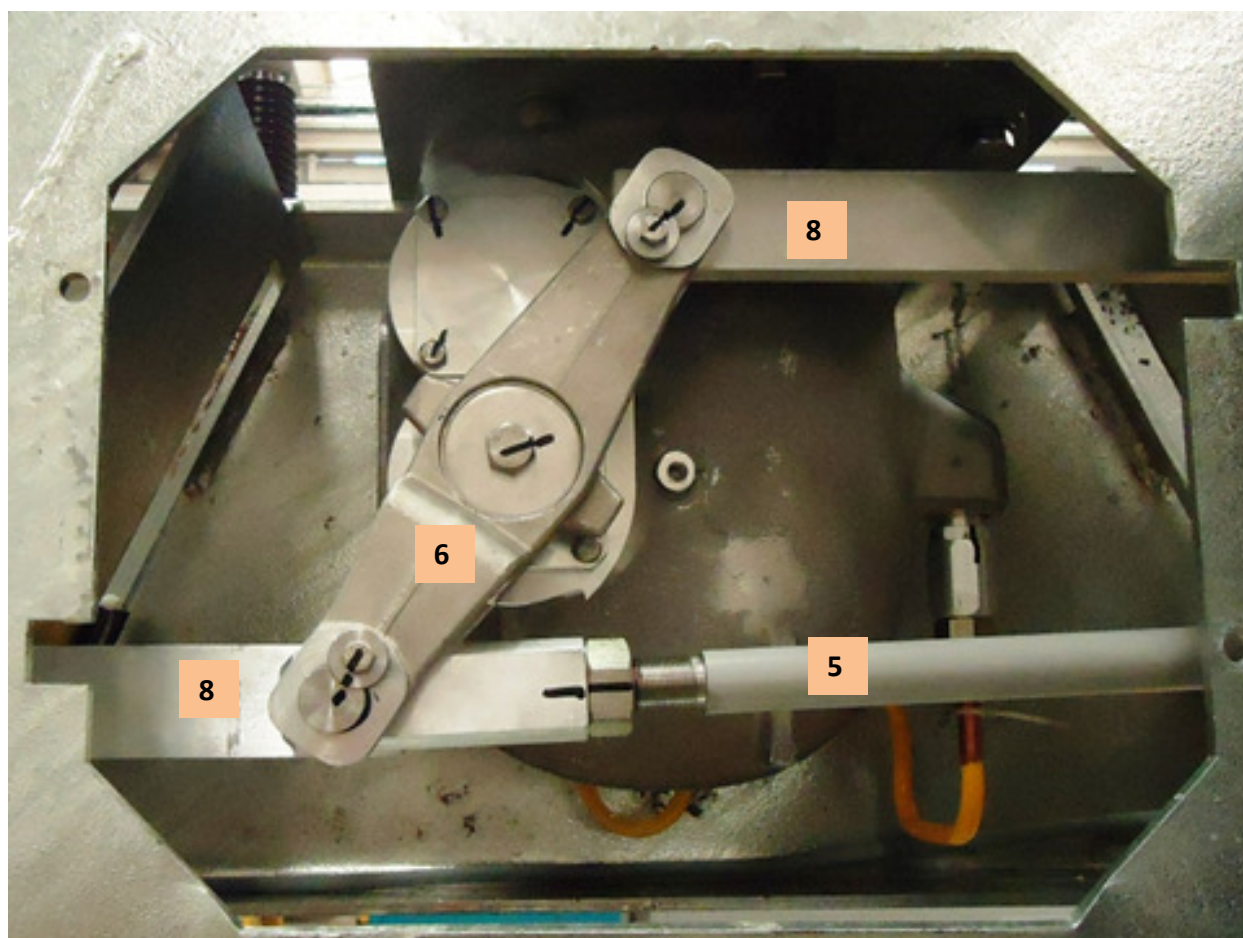

FIG. 5
As figuras anteriores mostram como os disjuntores GL312P/GL309P/GL309 2520 são embalados para transporte rodoviário. Na fig. 1 observa-se que os polos já vão montados com as alavancas acopladas aos eixos em cada polo. A tubulação de gás já está posicionada na parte interna do chassi conforme fig. 2, e a fig. 3 mostra as hastes de transmissão fixas ao chassi para o transporte e prontas para serem conectadas. Na fig. 5, as hastes (8) que ligam a alavanca central aos polos das extremidades também se encontram no interior do chassi.
Nessa mesma parte inferior da alavanca central (6) deve ser ligada a haste de ligação ao polo A (8), ver fig. 5.